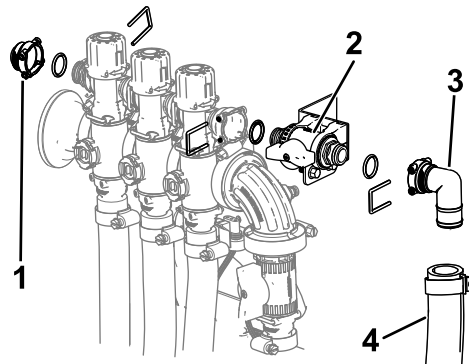

Figure 21
6. Fixez la vanne de commande sur la vanne de rampe à l'aide du joint torique et de l'étrier déposés précédemment (Figure 21).
7. Reposez le bouchon ($\frac{1}{2}''$), les joints toriques, le raccord et le flexible sur la vanne de commande à l'aide des étriers déposés précédemment, comme montré à la Figure 21.